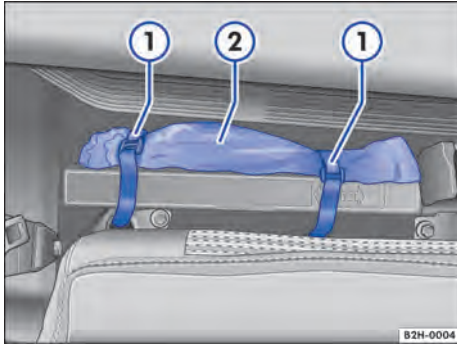

Fig. 138 Detrás del respaldo del asiento trasero: crিকে.
- Suelte los cierres de velcro → Fig. 138 ① y retire el crিকে ②.